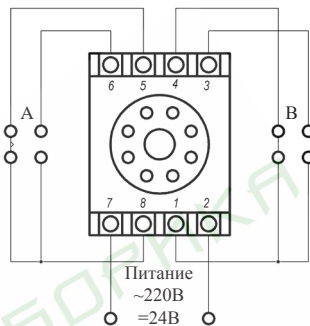

Рис. 2
- b. В соответствии с рис. 2 подключите питание к контактам 2 и 7 клеммной колодки.
- c. В соответствии с рис. 2 подключите к контактам клеммной колодки выводы управляемой цепи.
Примечание: на рис. 2 контакт 8, 5, 6 работает в режиме А (с задержкой), контакт 1, 3, 4 работает в режиме В (без задержки).